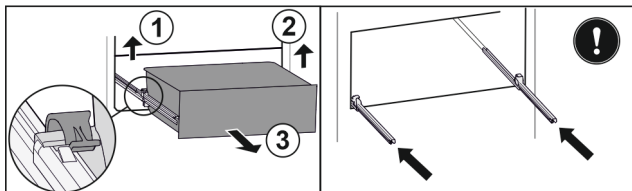

Fig. 79
- ▶ Løft den venstre klemme, og træk samtidigt skuffen i venstre side fremad. Fig. 79 (1)
- ▶ Løft den højre klemme, og træk samtidigt skuffen i højre side fremad. Fig. 79 (2)
- ▶ Tag skuffen ud fremefter. Fig. 79 (3)